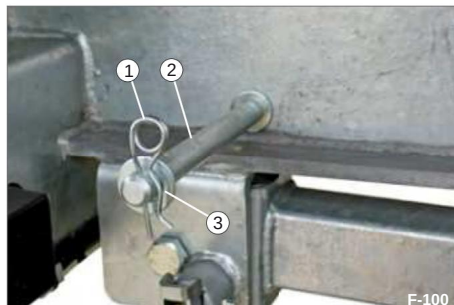

Fig. 93 Hjulklodsholder
- Placer skiven (fig. 93/3) på fastholdelsesbolten (fig. 93/2).
- Indsæt fjederstiften (Fig. 93/1) ind i hullet på fastholdelsesbolten.
- Sæt hjulklodsen på fastholdelsesbolten (fig. 93/2).
- Indsæt fjederstiften (Fig. 93/1) ind i hullet på fastholdelsesbolten, så klodsen sidder fast.